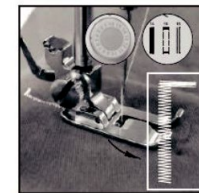

Abb.16
- 3) Wählen Sie den ¹⁶-Stich, schalten Sie den Schalter ein und nähen Sie den Stoff in geeigneter Länge an, dann schalten Sie den Schalter aus. Beachten Sie, dass Sie versuchen, die genähten Stiche in einer geraden Linie zu halten (Abb.16).